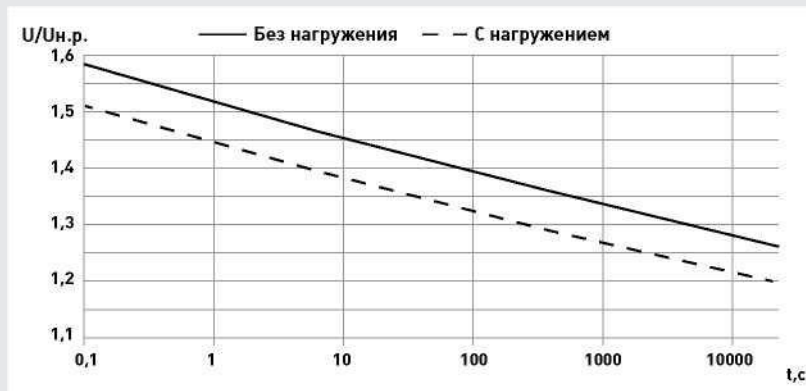

Рис. 2. Характеристика «напряжение - время» ОПН-РТ/TEL
2.5. Характеристика «напряжение - время» ОПН-РТ/TEL представлена на рис. 2.